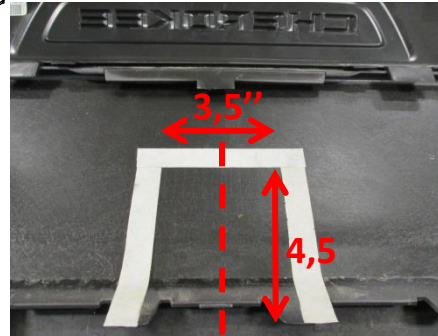
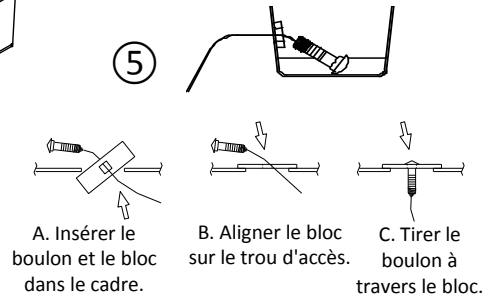

Figure 4
Figure 5
3. Repérer la ligne de centre du carénage inférieur et découper une surface de 4,5 po (hauteur) par 3,5 po (largeur), comme illustré à la Figure 4.
4. Enlever un (1) bouchon carré en caoutchouc de chaque longeron. Les remettre au propriétaire. Détacher trois (3) fixations en plastique pour câblage de véhicule du longeron des deux côtés, à l'aide d'un tournevis ou d'un écarteur de panneau. **NOTA** : Sur les modèles Trailhawk, enlever deux (2) boulons M14 existants du cadre arrière vertical et horizontal, de chaque côté. Les conserver pour les reposer ultérieurement.
5. Acheminer le boulon de carrosserie ① et l'espaceur ② à travers le trou d'accès carré, en utilisant les fils de tirage ⑤ pour les fentes verticales et horizontales, comme illustré à la Figure 5. Laisser la visserie attachée avec les fils de tirage. **NOTA** : Sur les modèles Trailhawk, acheminer seulement une (1) fixation verticale à travers la fente carrée avant et réutiliser les deux (2) boulons M14 enlevés à l'étape 4 de chaque côté.
6. Soulever l'attelage en position, par-dessus l'échappement, puis acheminer les fils de tirage à travers la fente du support. Retirer les fils de tirage et poser lâchement rondelle conique ③, écrou hexagonal ④, rondelle de blocage ⑦ (si nécessaire), et boulons M14 (Trailhawk seulement) sur l'attelage. **NOTA** : Enlever le scellant de joint sur le côté du cadre pour un ajustement correct. Vérifier encore que la zone découpée est suffisante pour l'attelage. Découper davantage si nécessaire.
5. Acheminer le boulon de carrosserie ① et l'espaceur ② à travers le trou d'accès carré, en utilisant les fils de tirage ⑧ pour les fentes verticales et horizontales, comme illustré à la Figure 5. Laisser la visserie attachée avec les fils de tirage. NOTA : Sur les modèles Trailhawk, acheminer seulement une (1) fixation verticale à travers la fente carrée avant et réutiliser les deux (2) boulons M14 enlevés à l'étape 4 de chaque côté.
6. Soulever l'attelage en position, par-dessus l'échappement, puis acheminer les fils de tirage à travers la fente du support. Retirer les fils de tirage et poser lâchement rondelle conique (3), écrou hexagonal (4), rondelle de blocage (7) (si nécessaire), et boulons M14 (Trailhawk seulement). NOTA : Enlever le scellant de joint sur le côté du cadre pour un ajustement correct. Vérifier encore que la zone découpée est suffisante pour l'attelage. Découper davantage si nécessaire.